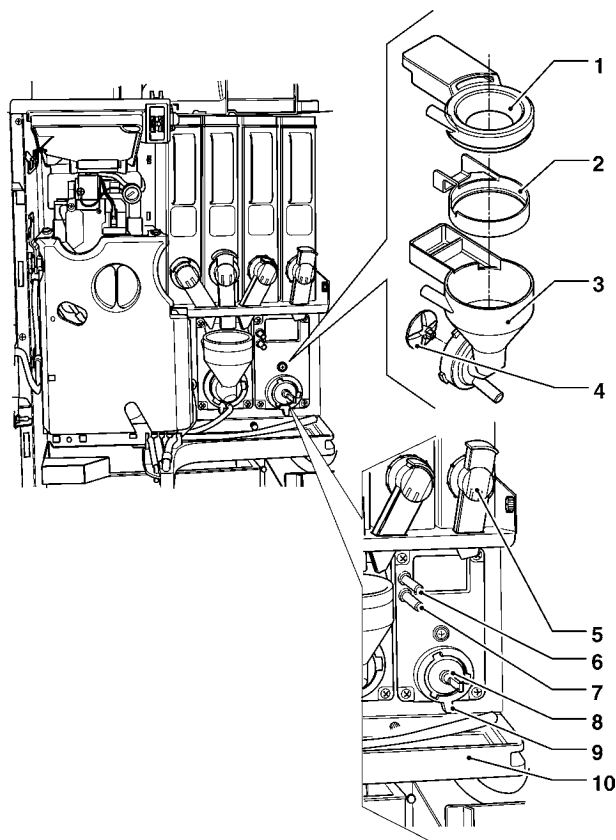

Fig. 33
- Asportare (vedi fig. 33) dai mixer gli imbuti delle polveri, i convogliatori acqua, gli imbuti deposito polvere e le ventoline dei motofrullatori;